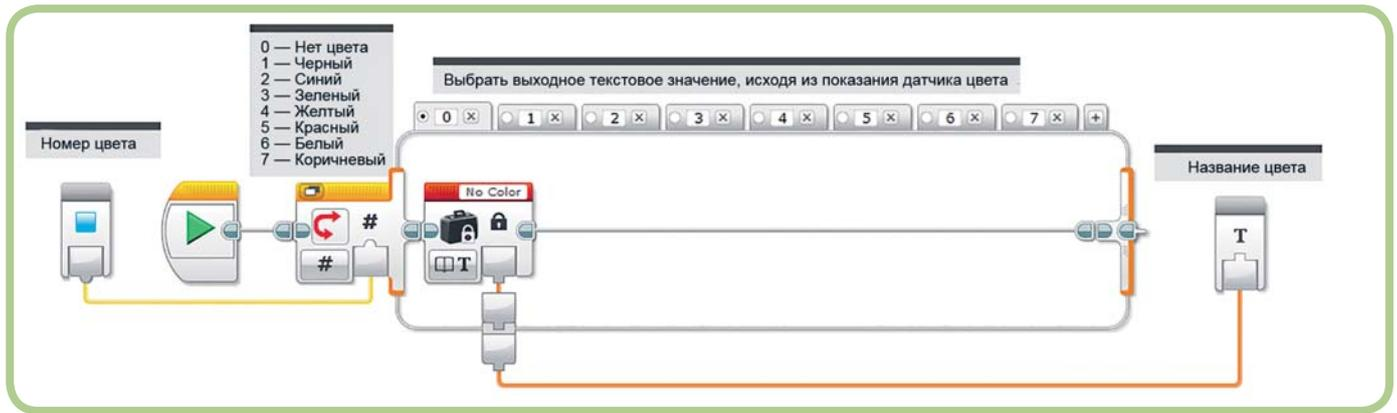

Рис. 15.16. Контейнер ColorToText
**Инструменты (Tools) ⇒ Конструктор Мой блок (My Block Builder).** Задай имена и значки для двух параметров (например, *Color Number* и *Text*). На рис. 15.16 показан готовый контейнер с несколькими комментариями.